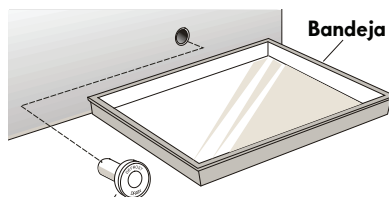
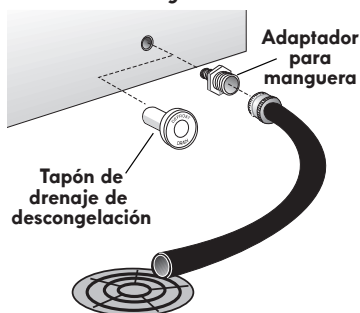

figura 2
figura 3
- Coloque una olla poco profunda debajo de la salida de drenaje. Jale hacia afuera el tapón externo de drenaje (ver figura 2). Puede utilizar un adaptador de manguera de jardín de 1/2 pulgada para drenar el congelador directamente a una boca de drenaje del piso (ver figura 3). Si su modelo no está equipado con un adaptador, puede comprar uno en la mayoría de las ferreterías.